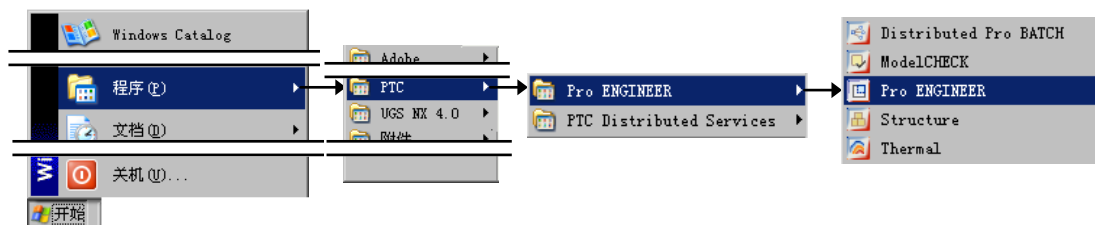

图 3.4.1 Windows “开始”菜单
Step2. 如图 3.4.1 所示, 选择  程序(P) →  PTC →  Pro ENGINEER →  Pro ENGINEER 命令, 系统便进入 Pro/ENGINEER 软件环境。